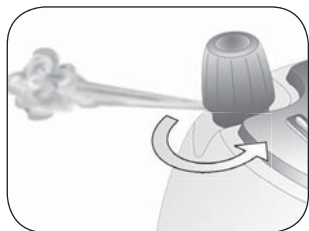

Fig. 8
- 1 Premere il pulsante (L) per spegnere la caldaia.
- 3 Premere il pulsante vapore (D) e lasciare uscire tutto il vapore fino al completo esaurimento.
- 4 Spegner il ferro da stiro tramite il pulsante (O) e scollegare il cavo di alimentazione dalla presa di corrente.
- 6 Svitare in senso antiorario il tappo della caldaia (B). Prima di svitarlo completamente, attendere che cessi il sibilo del vapore residuo (Fig. 8).
- 1 Spegner la caldaia premendo l'interruttore (L).
- 3 Premere il pulsante vapore (D) per eliminare la pressione residua nella caldaia.
- 4 Premere l'interruttore (O) per spegnere il ferro.
- 7 Con molta attenzione, svitare il tappo della caldaia (B) ed attendere, prima di svitarlo completamente, che cessi il sibilo del vapore residuo (Fig. 8).